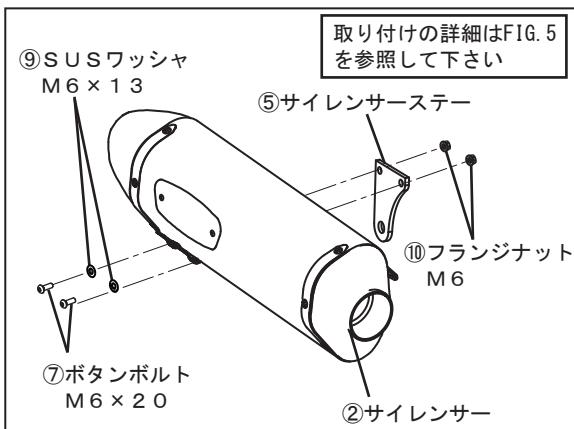

FIG. 4
5. ②サイレンサーに⑤サイレンサーステーを⑦ボタンボルトM6×20、⑨SUSワッシャM6×13、⑩フランジナットM6を使用して仮締めして下さい。（FIG. 4, 5参照）